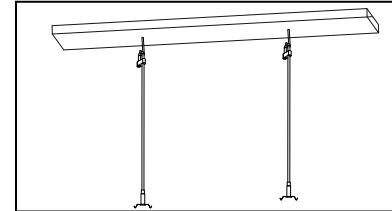

Рис. 1
- 5.10 Закрепите стальные трости на поверхности потолка по месту установки осветительного прибора (рис. 1).